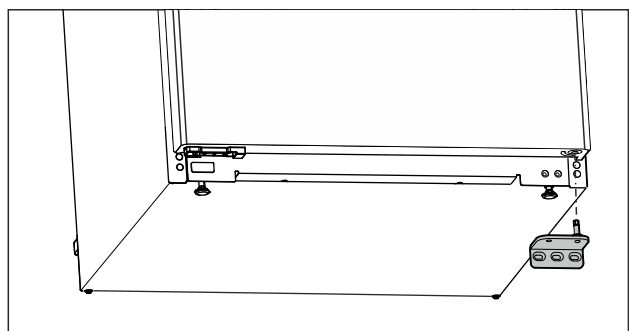

Fig. 11
- Fjern lagerbukken nedover. (se Fig. 11)